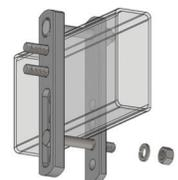

Figura 9
2. Inserte el segundo perno de $\frac{3}{8}$ " x $3\frac{1}{4}$ " a través del orificio abierto más cercano a la parte inferior del marco del remolque. (Figura 9)